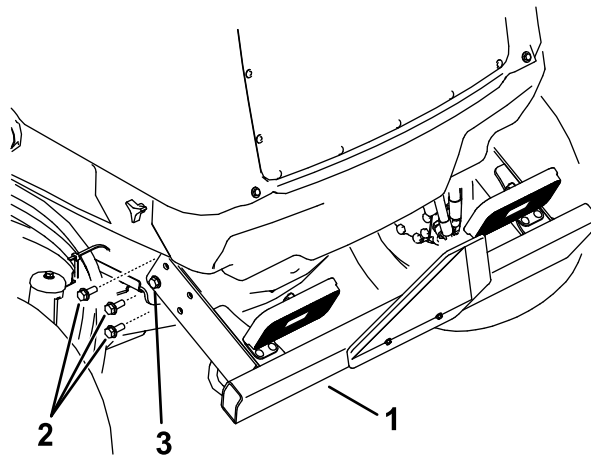

Рисунок 107
- Выверните 3 фланцевых винта с каждой стороны заднего бампера, как показано на Рисунок 107.
6. Поднимите задний бампер в исходное положение и заверните фланцевые винты. Затяните все фланцевые винты, которые крепят задний бампер к раме (Рисунок 107).
7. Установите выключатель массы аккумуляторной батареи в положение «Вкл.» (ON)